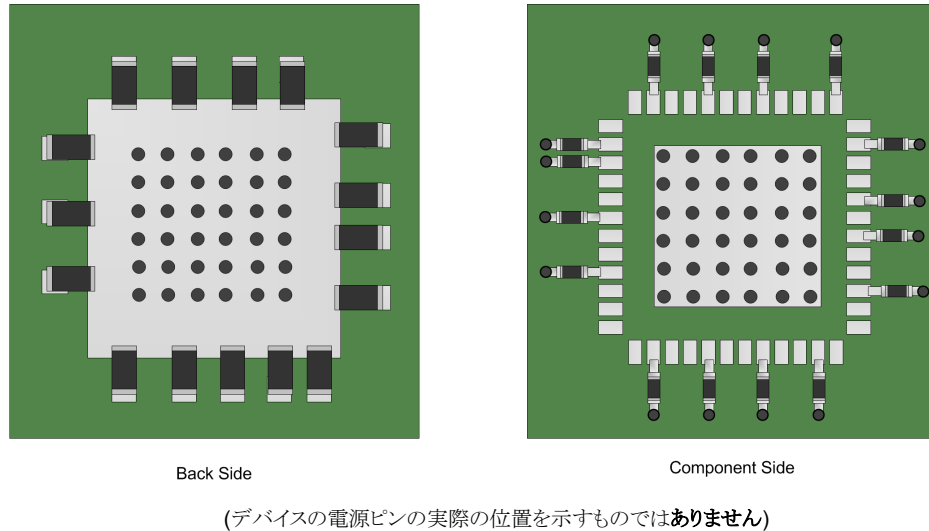

図 8-5. 電源バイパス コンデンサの一般的な配置
**図 8-5** は、PCB の背面またはコンポーネント側にある電源バイパス コンデンサの 2 つの一般的な配置を示しています。コンデンサを裏面に実装する場合は、コンポーネント **0402** を使用できます。部品側の実装には、**0201** の本体サイズのコンデンサを使用して信号の配線を容易にします。コンポーネントの側面と裏面の配置を組み合わせる使用できます。バイパス コンデンサとデバイスの電源との間の接続はできる限り短くします。グランド プレーンへの低インピーダンス接続を使用して、コンデンサの反対側をグランドに接続します。